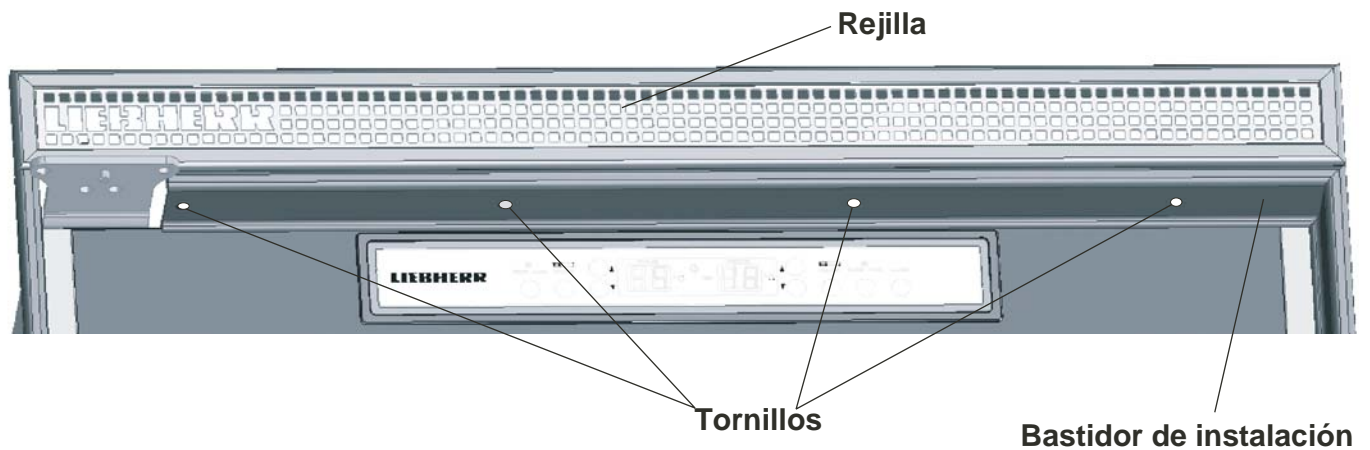

Figura 11
24. Presionar los perfiles tipo cubierto (22) en los cerquillos de panelación.
25. Montar los cerquillos de panelación encima y abajo (23).
26. Insertar el manguito de bisagra (24) en los cerquillos.
27. Acoplar el manguito de bisagra (25) con tornillos en la puerta.
29. Insertar los limitadores de apertura (26) para la puerta superior.
30. Acoplar el soporte de bisagra central (27).
32. Insertar el eje de bisagra (28) en el manguito.
33. Colocar la puerta superior en el soporte de bisagra central. Utilizar otro limitador de apertura (29) y acoplar la puerta con el eje de bisagra (30).
34. Montar la rejilla de aireación superior (véase Figura 11).